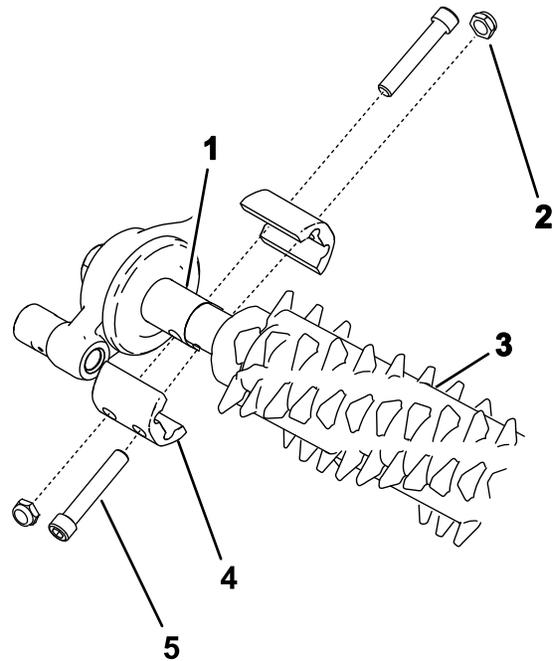

Figura 25
- Alinhe o conjunto do rastelo de corte com a caixa de transmissão do rastelo e o conjunto do rolete (**Figura 25**).
- Aperte os parafusos que prendem o conjunto do rastelo no sítio como se mostra na **Figura 25**; aperte os parafusos com 5 a 7 N·m.